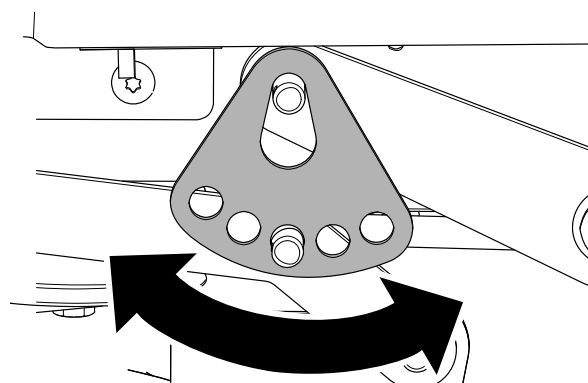

Figure 69
7. Tournez la plaque de hauteur de coupe à un trou différent pour que le poids du plateau de coupe soit soutenu après l'installation de la plaque (Figure 69).
8. Remettez en place la rondelle et la goupille fendue (Figure 69).